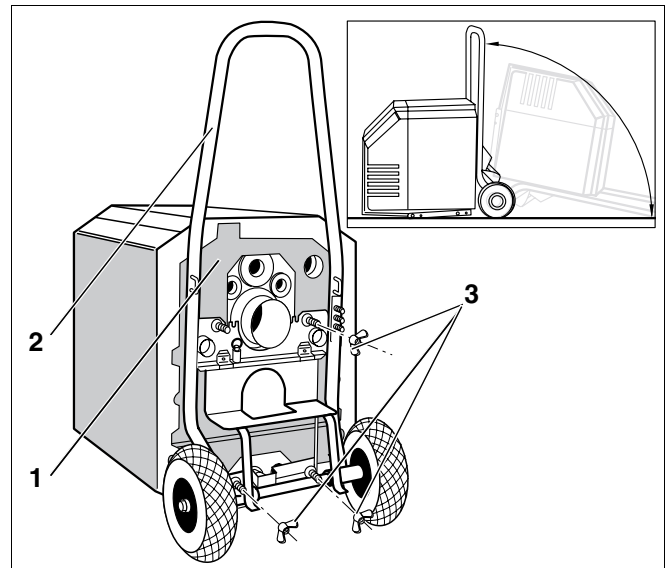

Fig. 8 Sikring av kjelen p  kjetralen
- Sett kjetralen (fig. 8, **pos. 2**) foran kjelens bakside (fig. 8, **pos. 1**).
- Fest kjetralen (fig. 8, **pos. 2**) til kjelens bakside (fig. 8, **pos. 1**) ved hjelp av tre vingemutre (fig. 8, **pos. 3**).
- Fest kjetralen til baksiden av kjelen (fig. 8).
- Vipp opp kjetralen med kjelen og legg den ned (fig. 8).